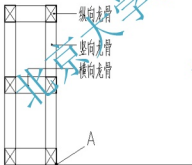

图 5.89 绘制垫层边线
(1) 启动【直线】命令，绘制混凝土垫层的边线，线的起点在图 5.89 所示的 A 处，线长 650mm，结果如图 5.89 所示。